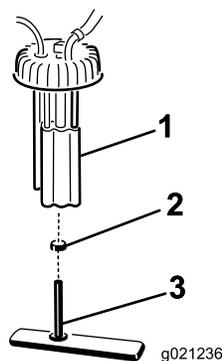

図 52
2. 燃料ポンプからワイヤハーネスのコネクタを外す 図 52。
3. ホースのクランプをゆるめ、燃料ポンプキャップから燃料ラインを外す 図 52。
4. 燃料タンクの上部から燃料ポンプのキャップを外す 図 52。
5. タンクから、燃料ポンプアセンブリと燃料フィルタを外す 図 52。
6. 燃料フィルタのホースを燃料ポンプのフィッティングに固定しているクランプを外す。フィッティングからホースを取り外す 図 52。